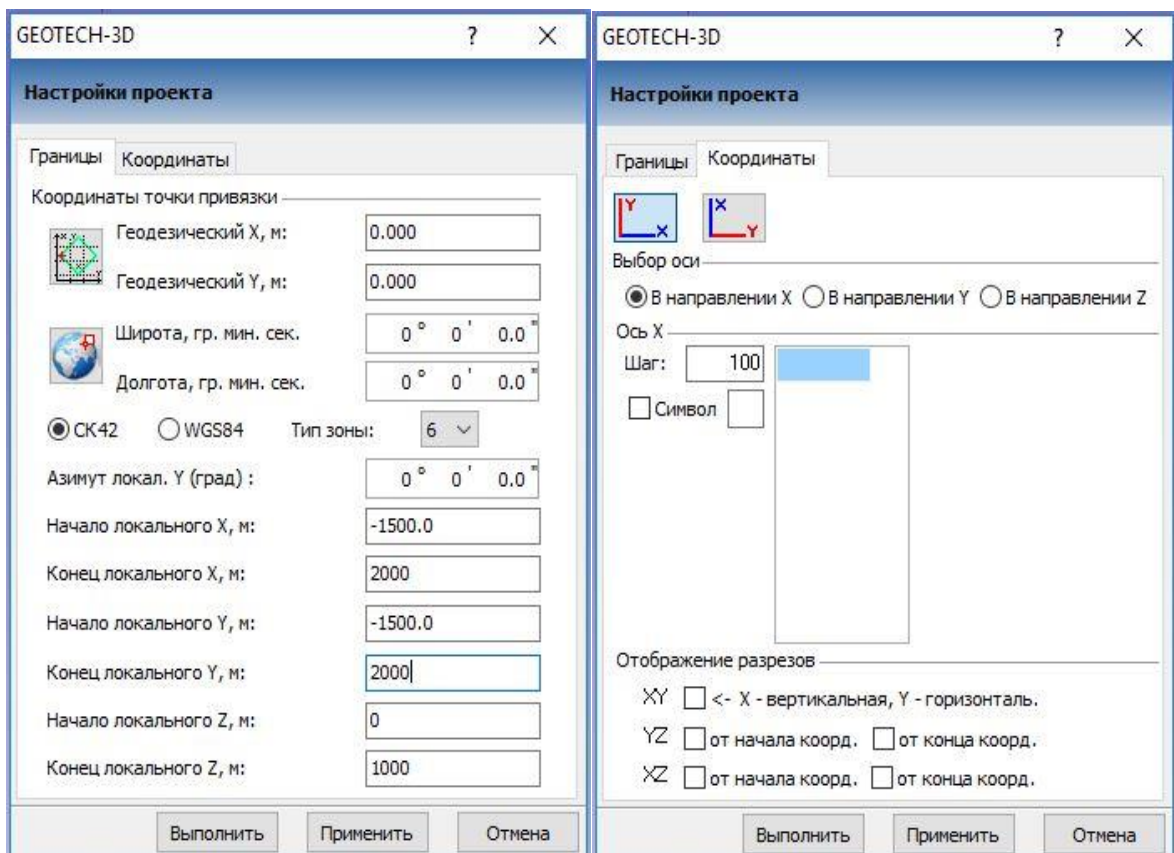

Рис. 2.6
3. В открывшемся диалоговом окне **Настройки проекта** введите следующие параметры проекта (рис. 2.6):